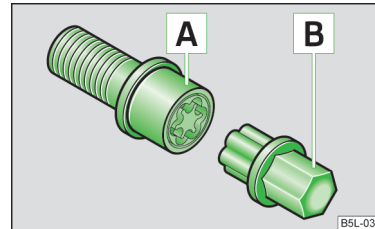

Abb. 144
- Den Adapter  » Abb. 144 mit seiner verzahnten Seite bis zum Anschlag so in die innere Verzahnung der Anti-Diebstahl-Radschraube  stecken, dass nur noch der äußere Sechskant herausragt.